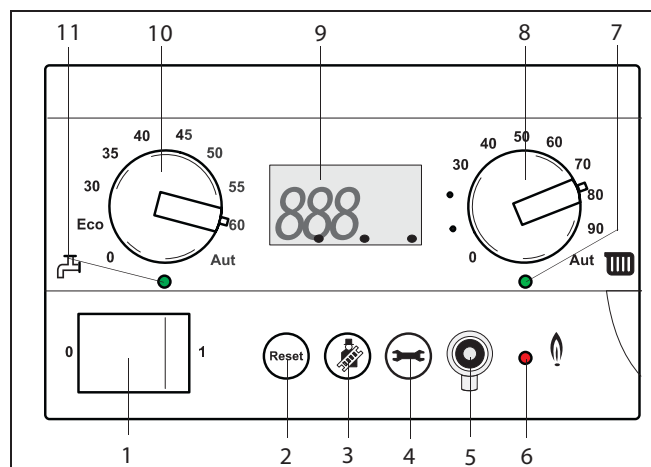

Fig. 24 **BC 10**
Sul **BC 10** sono stati installati i seguenti comandi (fig. 24):
■ INTERRUPTORE DI RETE (fig. 24, pos. 1)
■ TASTO "RESET" (fig. 24, pos. 2)
■ TASTO "SPAZZACAMINO" (fig. 24, pos. 3)
Tenendo premuto il tasto "spazzacamino" per 2- 5 secondi, compare un puntino in basso sul display (fig. 24) e l'apparecchio entra in modalità operativa riscaldamento a pieno carico sino al momento in cui è raggiunta la temperatura di mandata impostata, o se sono trascorsi 30 minuti, dopo di che la caldaia si spegne.
■ TASTO DI "MANUTENZIONE" (fig. 24, pos. 4)